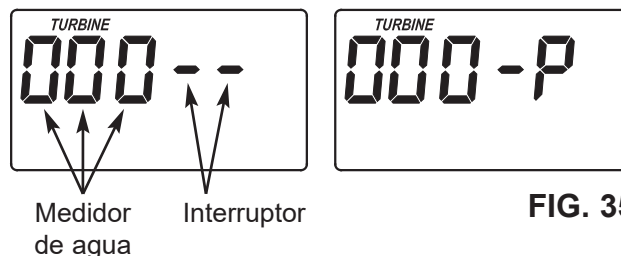

FIG. 35
3. La letra "P" y una raya (o rayas) indican el funcionamiento del interruptor POSITION (Posición) (vea la Fig. 35). Si aparece la letra, el interruptor está cerrado. Si aparece la raya, el interruptor está abierto.